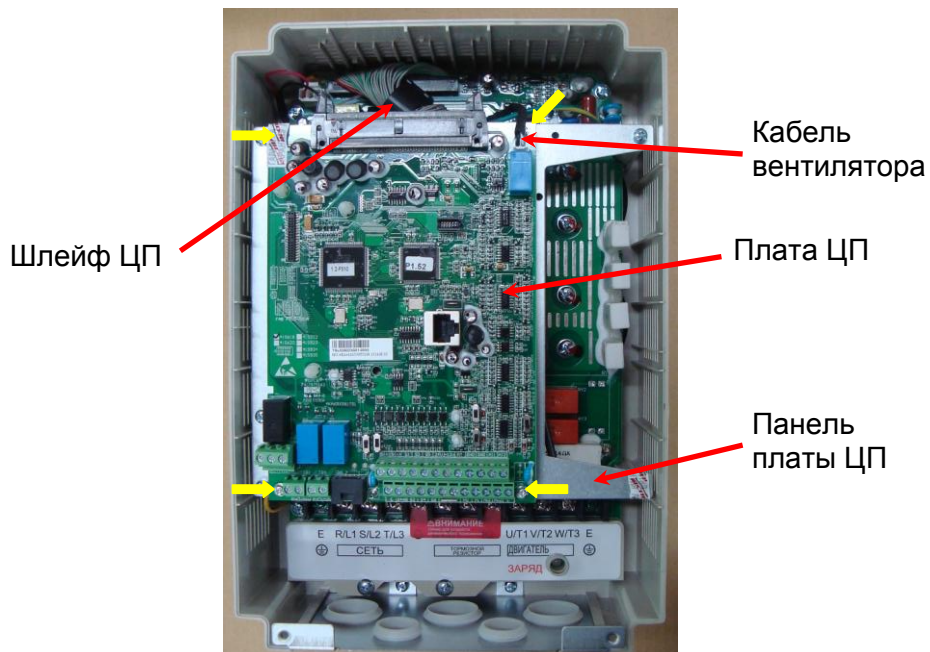

Рис. 7.10
7.5.1. Установить плату ЦП на панель и вкрутить четыре крепежных винта (желтые стрелки, рис. 7.10).
7.5.2. Подсоединить разъемы шлейфа ЦП и кабеля вентилятора (рис. 7.10).